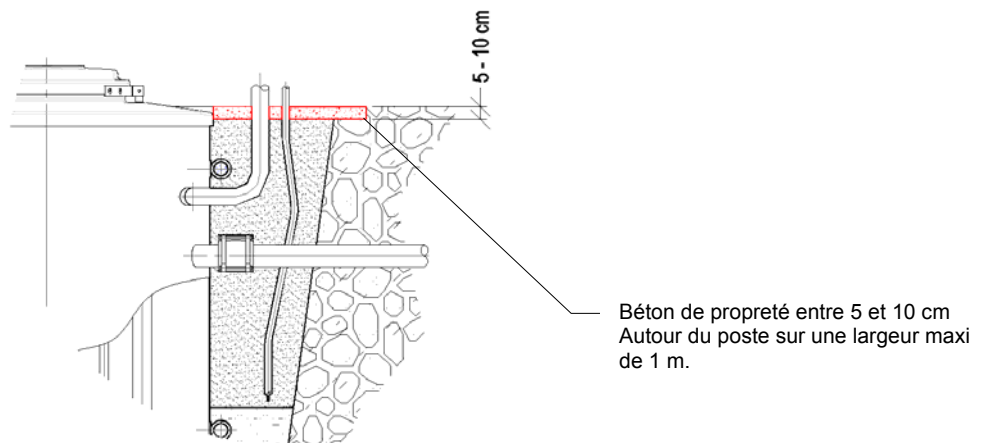

Fig. 8 : Semelle facultative de béton maigre de propreté
- m. Facultatif, faire un béton de propreté de 5 à 10 cm après stabilisation du remblai tout autour du poste sur une largeur de 1 m. (Fig. 8)
- Facultatif, faire un béton de propreté de 5 à 10 cm après stabilisation du remblai tout autour du poste sur une largeur de 1 m. (Fig. 8)